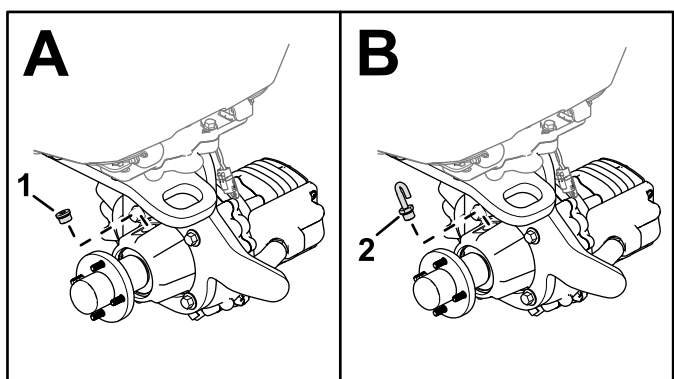

Figure 4
7. Retirez l'obturateur au sommet du boîtier d'engrenages (A de la Figure 4).
8. Fixez le flexible d'évent et le raccord sur le boîtier d'engrenages (B de la Figure 4).